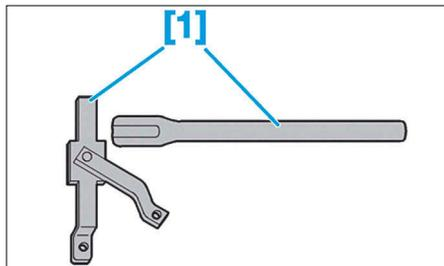

FIG. 1
- [1]. Outil d'immobilisation de moyeu (réf. 0606-AY) (Fig.1).